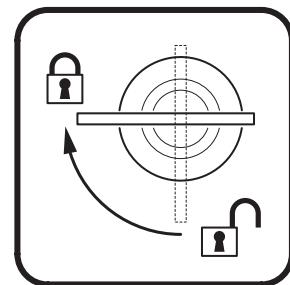

Figure 5: Verrouillage 1/4 de tour
4. Alignez les loquets des embases en face de deux points de montage. Voir Figure 5. Insérez les loquets à fond dans l'insert et tournez-les d'un quart de tour. Installez un second crochet de la même manière.